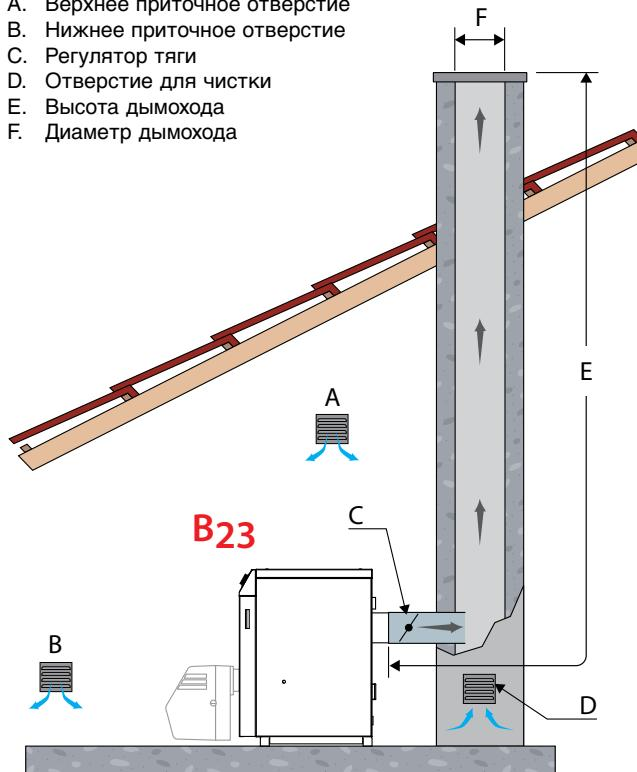

рис. 7
Помещение котельной должно быть оборудовано приточной и вытяжной вентиляцией (рис. 7).
**Присоединение дымоотвода типа: B23 (рис. 7)**